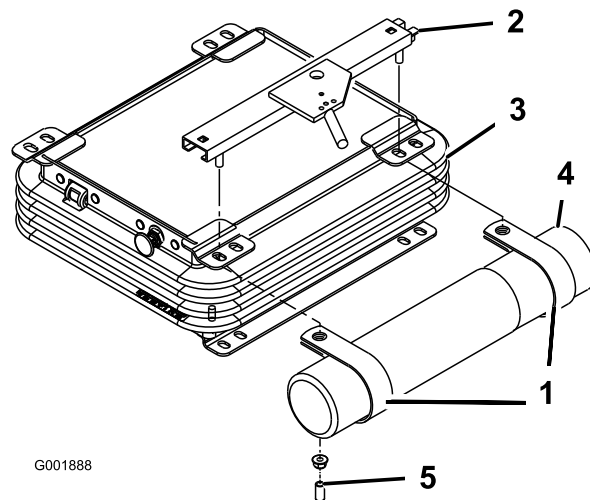

Figura 7
4. Instale o tubo manual nas braçadeiras R e aperte as porcas (Figura 7).
2. Remova as 2 porcas e as cunhas de vinil (se estiverem instaladas) que fixam o suporte superior do banco no lado esquerdo da suspensão do banco (Figura 7).
3. Monte, sem apertar, as braçadeiras R nos pernos do suporte do banco com as 2 porcas que retirou anteriormente. (Figura 7).